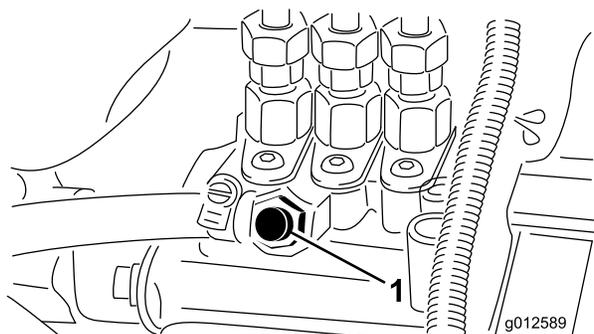

Bild 34
5. Öffnen Sie die Entlüftungsschraube an der Kraftstoffeinspritzpumpe (Bild 34).